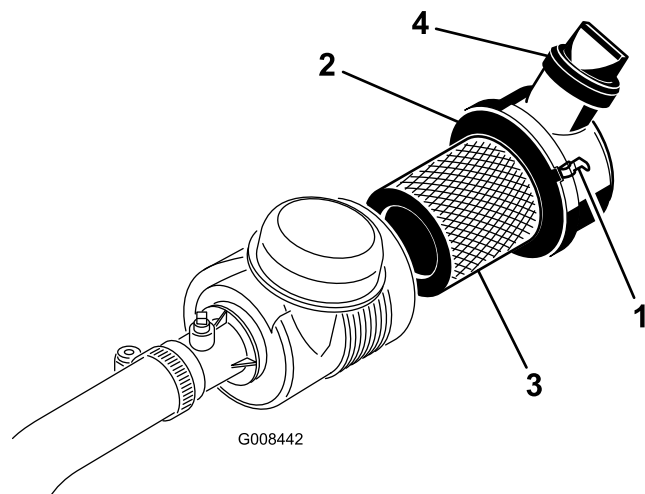

Figura 31
1. Rilasciate i dispositivi di fermo che fissano il coperchio del filtro dell'aria al corpo del filtro (Figura 31).
7. Accertate che i fermi fissino il coperchio del corpo (Figura 31).